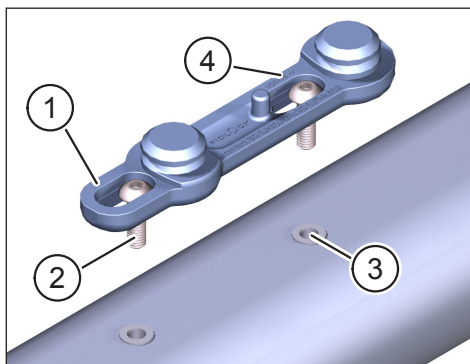

Fig. 15: Montera FIDLOCK® Bike Base på elcykeln
- ▶ Fäst FIDLOCK® Bike Base (nr 1 i fig. 15) med de två skruvarna med kullrigt huvud (nr 2 i fig. 15) i de för ändamålet avsedda gängorna (nr 3 i fig. 15, följ cykeltillverkarens anvisningar) inuti elcykelns ram.